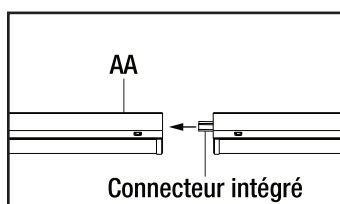
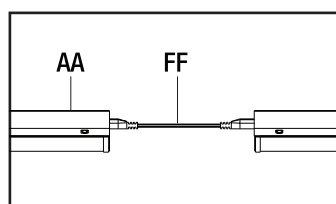

Fig. 1
Fig. 2
- ☐ Connectez chaque luminaire supplémentaire à l'aide du câble de liaison (FF) ou bout à bout avec connecteur intégré sur le luminaire. Connectez bout à bout avec le connecteur intégré sur le luminaire (voir Fig. 1) ou insérez le câble de liaison (FF) (voir Fig. 2) dans la prise à l'extrémité de chaque corps de luminaire (AA). Lorsque vous utilisez le câble de liaison (FF), la distance maximale entre deux luminaires est de 12 pouces.